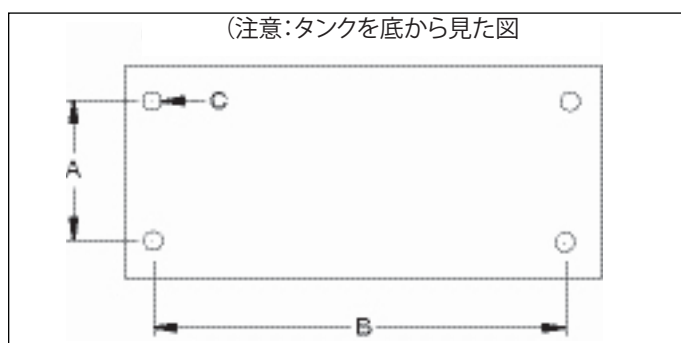

図3 取り付け寸法
4.2 ポンプの取り付け (図3参照)
ポンプの固定面への取り付け寸法は、図3を参照してください。